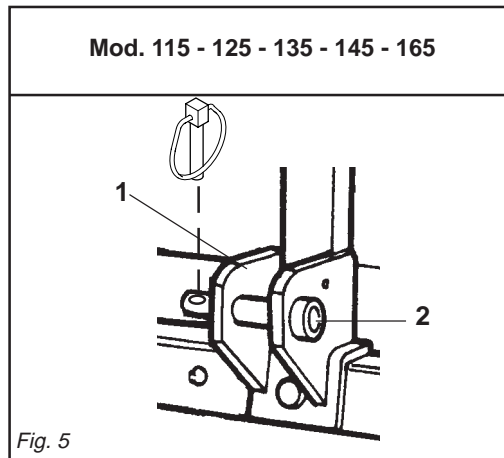

Fig. 5
Poiché le barre del sollevatore di ciascun trattore hanno una loro lunghezza ed un foro con un ben determinato diametro, è necessario per ogni modello determinare la posizione più favorevole della zappatrice da applicare, inserendo i perni (2 Fig. 5) nei fori delle piastre più indicate a seconda della necessità e del giusto diametro.
- 1 - Accostare le barre del sollevatore ponendole all'interno delle piastre più indicate (1 Fig. 5), inserire il perno (2 Fig. 5) nel foro predisposto e bloccare con le copiglie a scatto.
The implement may only be hitched to the tractor on flat ground. All steering hoes can be hitched to any tractor equipped with a universal three-point coupling. Since the lifting bars of the lift on each tractor are of a certain length and possess a hole with a certain diameter, it will be necessary to establish the most favourable position for the steering hoe according to the model in question. This is done by inserting the pins (2 Fig. 5) into the most suitable plate holes as required.
- 1 - Near the lift bars, setting them in the most suitable plates (1 Fig. 5). Insert the pin (2 Fig. 5) into the relative hole and lock in place with the snap-in split pins.
Der Anbau des Gerätes am Schlepper muß auf ebenem Boden erfolgen. Alle Hackfräsen lassen sich an jedem Schlepper montieren, der mit einer universellen Dreipunkt-Kupplung versehen ist. Da die Lenker jedes Schleppers eine andere Länge und ein Loch mit einem bestimmten Durchmesser haben, ist es für jedes Modell erforderlich, sie günstigste Anbauposition der Hackfräse festzulegen, indem man die Bolzen (2 Abb. 5) in die Löcher der Platten steckt, die je nach Bedarf und dem richtigen Durchmesser in Frage kommen. Der Hersteller haftet nicht für Schaden am Schlepper.
- 1- Die Lenker des Krafthebers annähern und in die am besten geeigneten Platten schieben (1 Abb. 5). Den Bolzen (2 Abb. 5) in das Loch stecken und mit dem einrastenden Splint blockieren.
Les barres du relevage de chaque tracteur ont une longueur et un trou d'un diamètre donné; pour chaque modèle, il faudra donc déterminer la position plus favorable de la houe à monter, en mettant les axes (2 Fig. 5) dans les trous des plaques les plus appropriées suivant les nécessités et du diamètre convenable. Notre société décline toute responsabilité en cas de dommages au tracteur.
- 1 - Approcher les barres du relevage en les plaçant à l'intérieur des plaques les plus appropriées (1 Fig. 5), introduisez l'axe (2 Fig. 5) dans le trou correspondant et bloquez par les goupilles à encastrement.
Considerando que las barras del elevador de cada uno de los tractores tienen una longitud y un orificio con un preciso diámetro, es necesario para cada modelo determinar la posición más favorable de la binadora a aplicar, introduciendo los pernos (2 Fig. 5) en los orificios más adecuados de acuerdo a su diámetro.
- 1- Acercar las barras del elevador poniéndolas dentro de las placas más indicadas (1 Fig. 5), introducir el perno (2 Fig. 5) en el orificio y bloquear con los pasadores de resorte.